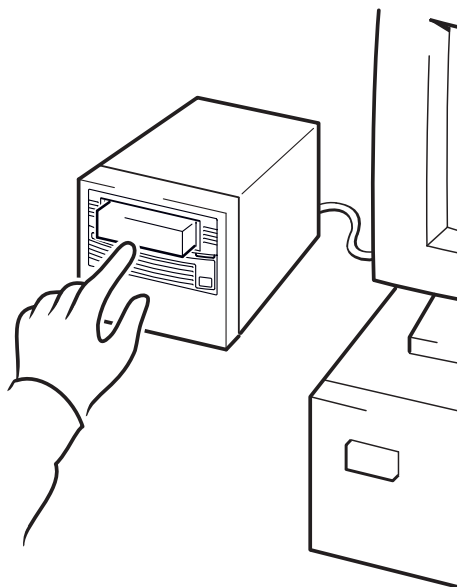

Figura 10a: usar o HP OBDR, etapa 1
- 1 Insira o mais recente cartucho reiniciável na unidade de fita (veja a Figura 10a). O cartucho precisa ser gravado por um aplicativo de backup capaz de gravar dados na fita em formato de CD-ROM.